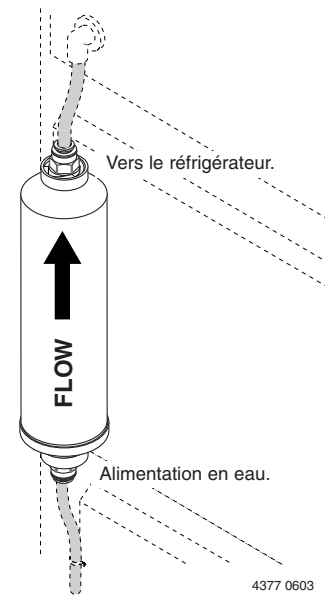

Figure 1
**NOTA :** Poser le filtre en alignant sa flèche dans le sens de l'écoulement de l'eau. Se reporter à la Figure 1.
**NOTA :** S'assurer que le filtre est installé dans le sens indiqué à la Figure 1.